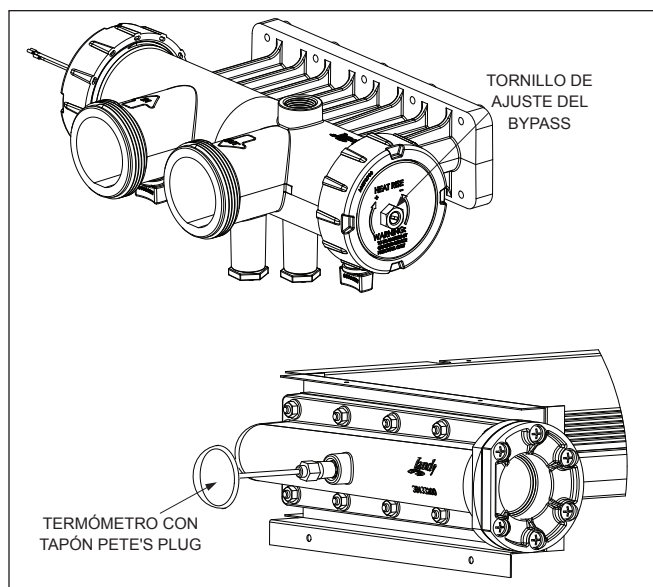

Figura 20. Medición del aumento de temperatura
del sistema de filtrado. El aumento de temperatura se mide en el cabezal de retorno del Legacy. Para medir el aumento de temperatura, apague la bomba de filtrado y saque el tapón de plástico que sobresale a través del gabinete, en el lado del cabezal de retorno del calentador. Véase Figura 20. Después de haber sacado el tapón, instale el adaptador de rosca especial y el tapón llamado Pete's Plug®* e inserte un termómetro de bolsillo. Un kit para la medición de aumento de temperatura está disponible a través del distribuidor de Jandy. Véase la Sección 11 de este manual para obtener el número de kit correcto.
6. Ubique el tornillo de ajuste del bypass en el lado derecho del cabezal (véase Figura 20). Afloje la tuerca de manera que el tornillo se pueda ajustar. Es posible que haya un ligera gotera por la tuerca. Gire el tornillo en sentido contrario de las agujas del reloj para disminuir el aumento de temperatura, y en sentido de las agujas del reloj para incrementar el aumento de temperatura, según se necesite de acuerdo con los parámetros señalados en la Tabla 6. Después del ajuste, apriete la tuerca de manera de que no haya fugas.